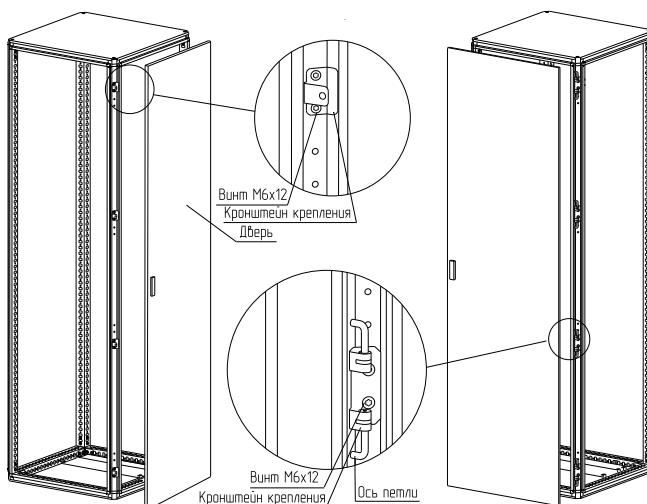

Рисунок 24
4.12.2 Закрепите петли на каркасе на левой или правой стойке. На рисунке для примера изображено правое крепление петель (рисунок 24). Для крепления использовать винты M6x12. Момент затяжки – 7 Н·м.